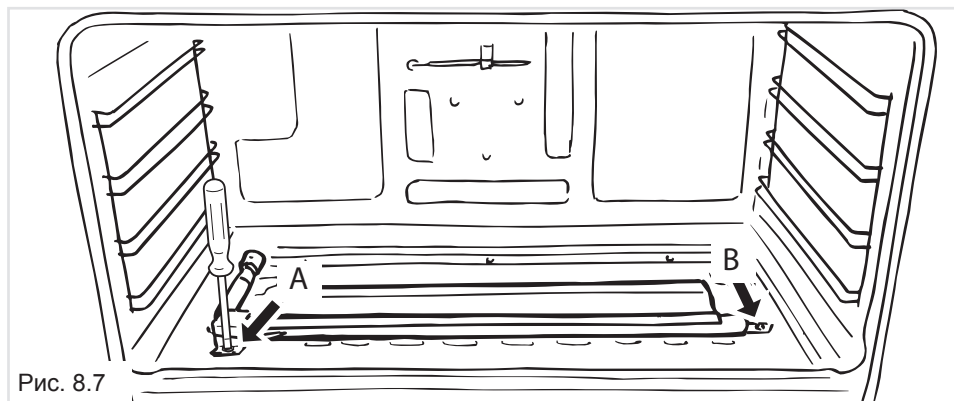

Рис. 8.7
- Открутите винт «А» фиксирующий горелку (Рис. 8.7).
- Ослабьте винт В (рис. 8.7)